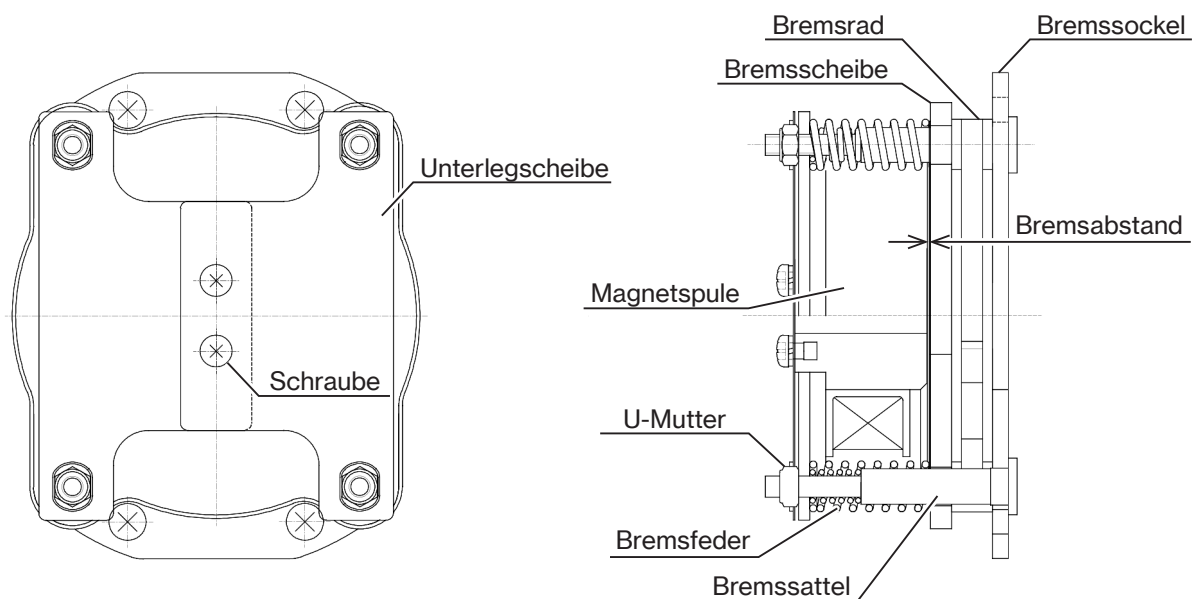
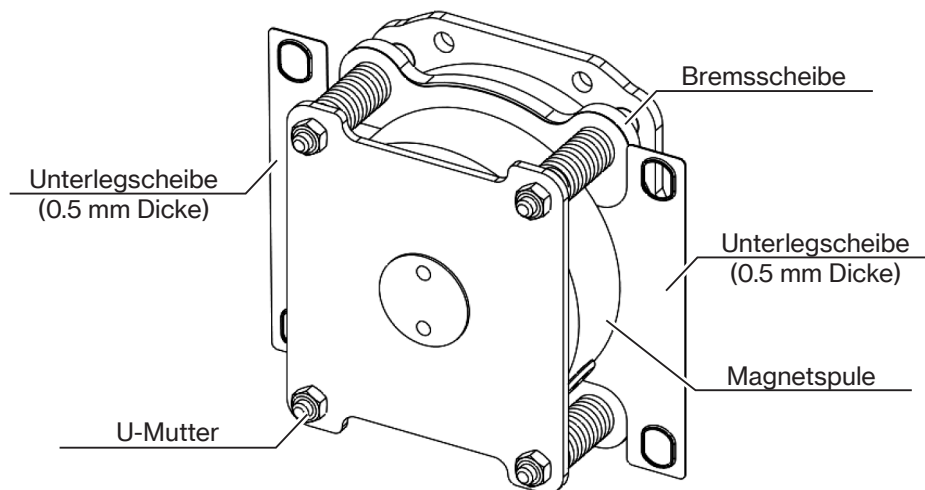

Abbildung 1: Aufbau der Bremse
Abbildung 2: Einstellen des Bremsabstands
Siehe "Abbildung 1" um den Verschleiß- und Betriebszustand der einzelnen Teile zu überprüfen. Der Bremsspalt ist bei der Auslieferung auf einen angemessenen Wert eingestellt, der sich jedoch durch die Abnutzung der Beläge usw. mit der Zeit vergrößert. Wenn die Bremslänge zwischen dem Loslassen des Druckknopfes und dem Anhalten der angehobenen Last den in Tabelle 1 angegebenen Grenzwert überschreitet, muss er angepasst werden.
- (1) Lösen Sie die Schrauben und entfernen Sie die Unterlegscheiben.
- (2) Setzen Sie die Sicherheitsscheibe zwischen Magnet und Bremsscheibe ein, wie in 'Bild 2' gezeigt.
- (3) Ziehen Sie die 4 U-Muttern gleichmäßig an.
- (4) Da die Dicke der Sicherungsscheibe 0,5 mm beträgt, ist der Bremsabstand auf 0,5 mm eingestellt, wenn bei eingesetzter Sicherungsscheibe kein "Spiel" vorhanden ist.
- (5) Drehen Sie die U-Mutter etwas zurück (etwa 1/6 Umdrehung) und ziehen Sie die Sicherungsscheibe heraus.
- (6) Bringen Sie die Sicherungsscheibe wieder in ihre ursprüngliche Position, wie in "Abbildung 1" gezeigt, und ziehen Sie die Schrauben fest.